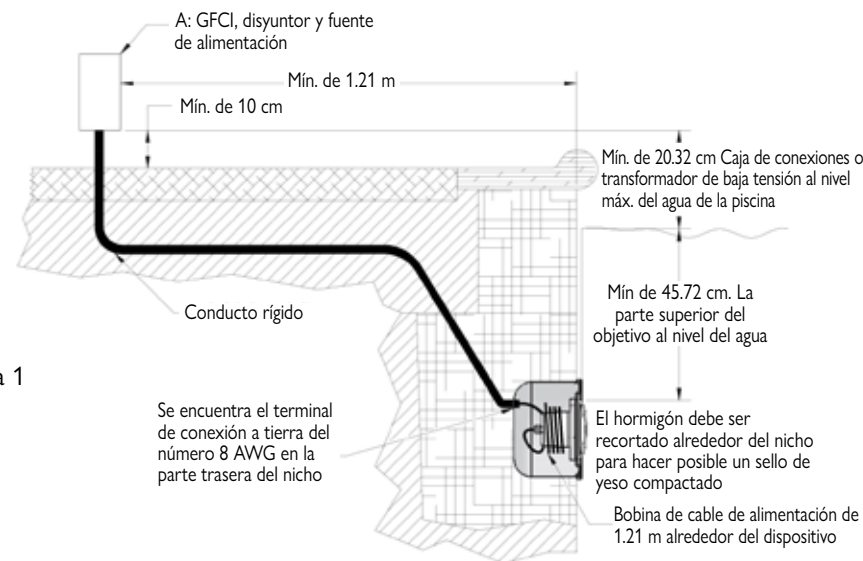

Figura 1
1. Conecte estos tres (3) alambres a sus alambres de circuito de caja de conexiones correspondientes y fije la cubierta de la caja de conexiones en su lugar.
2. Asegúrese de dejar por lo menos 1.21 m de cable en la base de la luminaria para enrollar alrededor de la luz garantizar facilidad de mantenimiento; consulte la figura 1.
4. Con el tornillo piloto de acero inoxidable proporcionado, instale la unidad del dispositivo de la serie XG de ColorSplash en el nicho, apretando con cuidado el tornillo de piloto. (Consulte la figura 1)